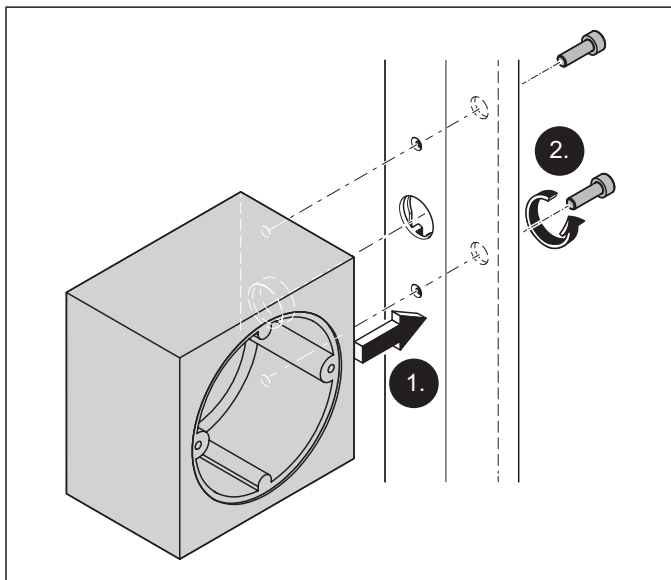

Abb. 12 Das Elektromodul am Deckprofil für die Zarge fixieren
1. Das Elektromodul an der vorgesehenen Leitungsdurchführung ausrichten (Abb. 12).